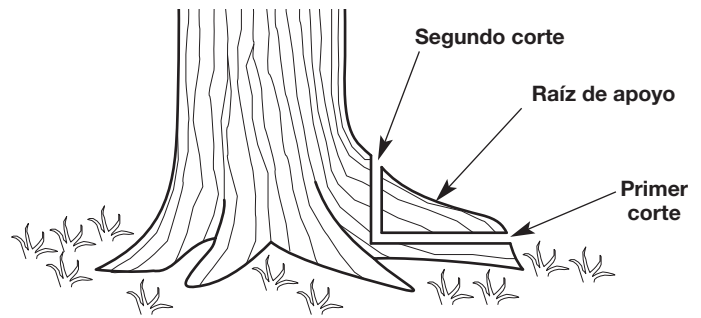

Fig. 23
1. Haga un corte horizontal en la raíz de apoyo (Fig. 23). Para evitar que el peso de la madera comprima la barra guía, siempre haga este corte en primer lugar.
2. Haga un corte vertical en la raíz de apoyo (Fig. 23).